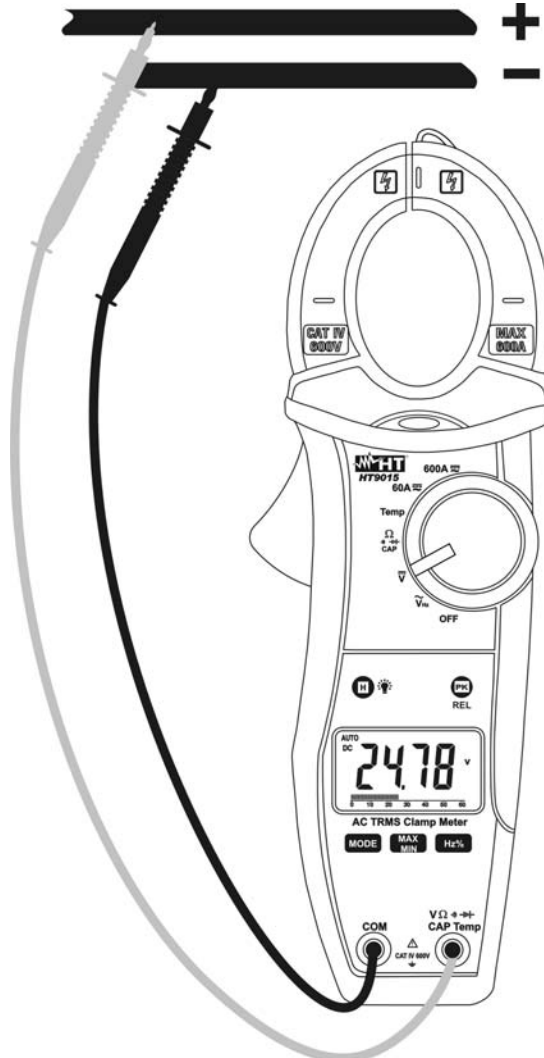

Fig. 4: Uso de la pinza en medidas de Tensión CC
2. Inserte el cable rojo en el terminal de entrada  $V\Omega \rightarrow \text{CAPHz\%Temp}$  y el cable negro en el terminal de entrada **COM** (Fig. 4)